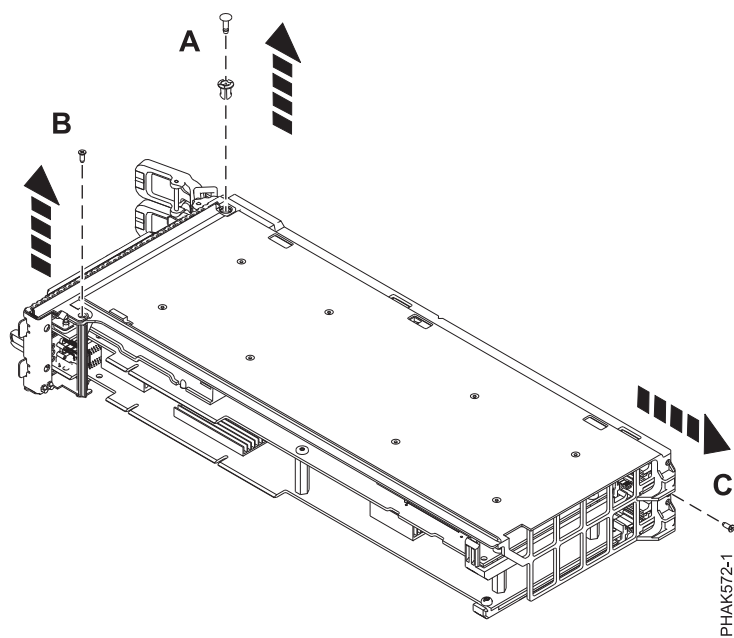

図 68. 押しピンとねじの取り外し
3. テール・ストックの横のカセット・アセンブリー上部から押しピン (A) を取り外します。 図 68を参照してください。
4. ねじ (B) をテール・ストック下部から取り外します。 図 68を参照してください。
5. カセット・アセンブリー後部からねじ (C) を取り外します。 図 68を参照してください。